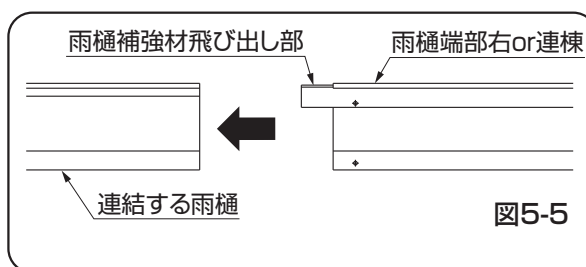

図5-5
- ①雨樋を垂木に【5-3】で取付けてください。
- ②端部右と連棟は飛び出している雨樋補強材を連結する雨樋に差込んでください。(図5-5参照)